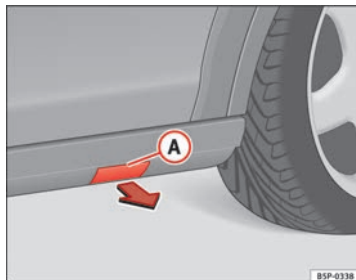

Fig. 174 Talonera de plástico con tapa para anclaje de gato
- Retire la tapa **A** para acceder a los puntos para el anclaje del gato del vehículo ⇒ fig. 174.
- Tire de la tapa y extráigala de su alojamiento en el sentido de la flecha ⇒ fig. 174.